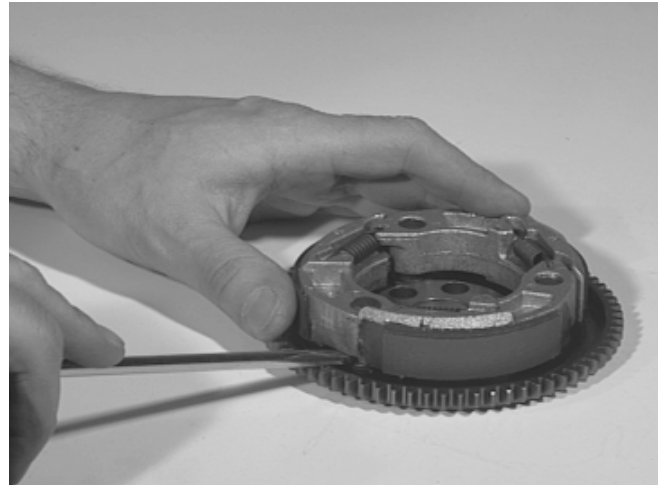

Bild 35.1
■ **Achtung:** Sicherungsringe (1) beim Demontieren nicht überdehnen.
⇒ Die 3 Fliehgewichte mit eingehängten Federn mittels eines geeigneten Werkzeuges, schrittweise von den Lagerbolzen des Starterzahnkranzes (5) demontieren (siehe Bild 35.1).